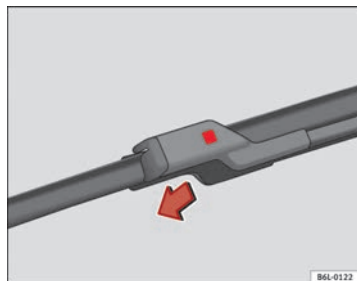

Fig. 138 Cambio escobilla limpiaparabrisas
- Oprima el botón de seguridad → fig. 138.